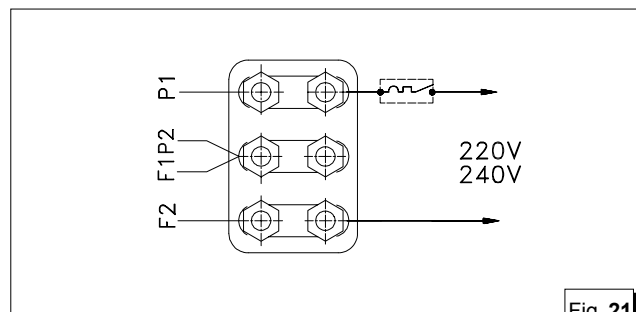

Fig. 21
- 2 - Collegamento in serie : in questa configurazione è possibile prelevare potenza a tensione 220 (240) V fra i punti P₁ e F₂, come lo schema di fig. 21.
- 2 - Serial connection; in this configuration it is possible to use a voltage of 220 (240) V between points P_1 and F_2 , as shown in the diagram in fig. 21.
- 2 - Liaison en série: dans cette configuration on peut prélever la puissance à une tension 220 (240) V entre les points P_1 et F_2 selon le schéma de la figure 21.